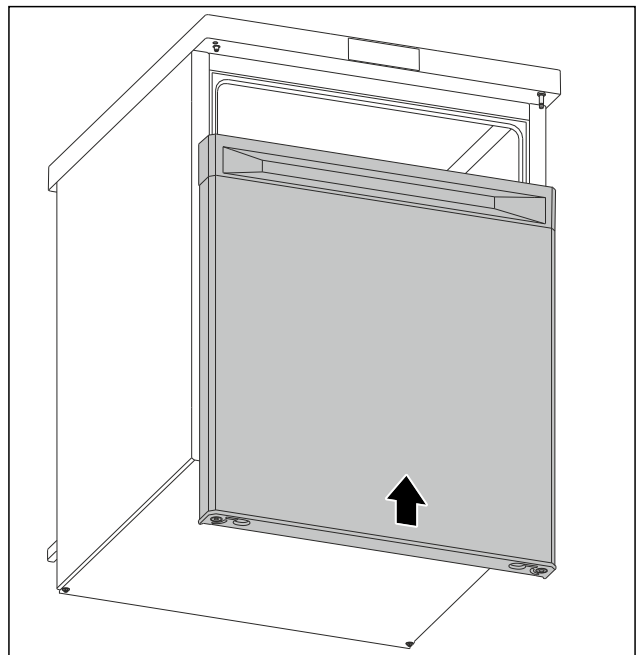

Fig. 15
- ▶ Työnnä ovi suljettuna ylempään pulttiin. (katso Fig. 15)